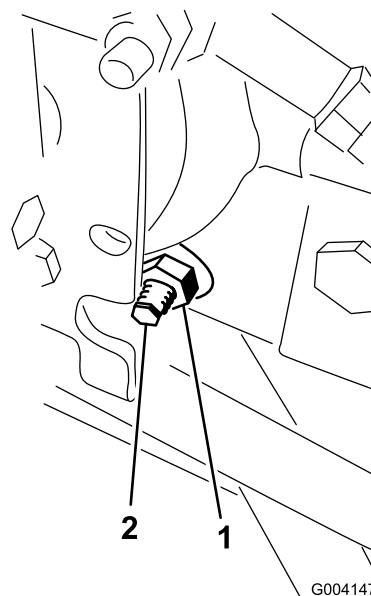

Figura 54
3. No lado direito do hidrostato, solte a porca de bloqueio no excêntrico de ajuste da tração (Figura 54).